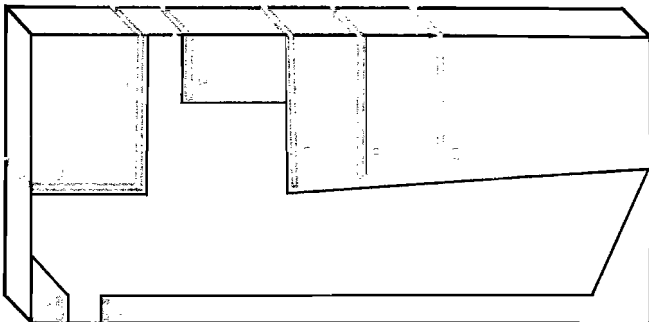

Fig. 7-9
4.1. Aserrado de H, I.—Serrar *H* e *I* a 0,5 mm. del trazado hasta acercarse al contorno del barco (fig. 7.9).